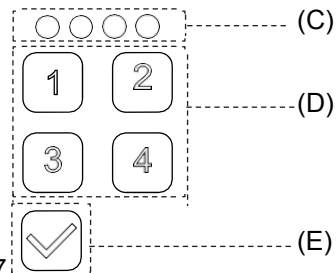

Figure 7
- Pour la déverrouiller, saisissez votre mot de passe sur le pavé numérique (D). Le voyant lumineux (C) s'allume chaque fois que le numéro est entré. Appuyez sur (E) sur le pavé lorsque la saisie du mot de passe est terminée (figure 7).